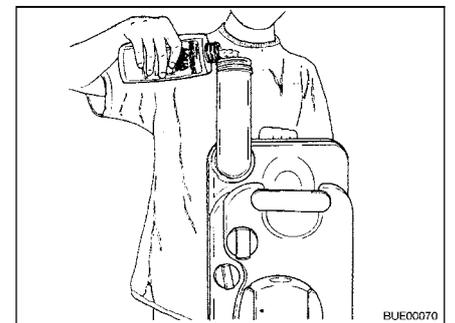

Fig. 271 Remplir de liquide pour sanitaires
- Remplir le réservoir pour matières fécales de la quantité indiquée de liquide pour sanitaires (Fig. 271).